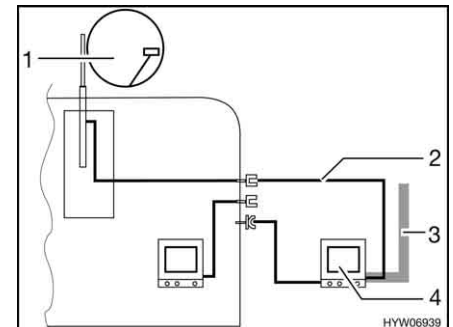

Fig. 99 TV nella tenda veranda
- TV nella tenda veranda (Fig. 99,4): Collegamento all'antenna del tetto (Fig. 99,1) con cavo di collegamento (Fig. 99,2)
- TV nella tenda veranda (Fig. 99,4): Collegamento a antenna esterna (Fig. 99,3)